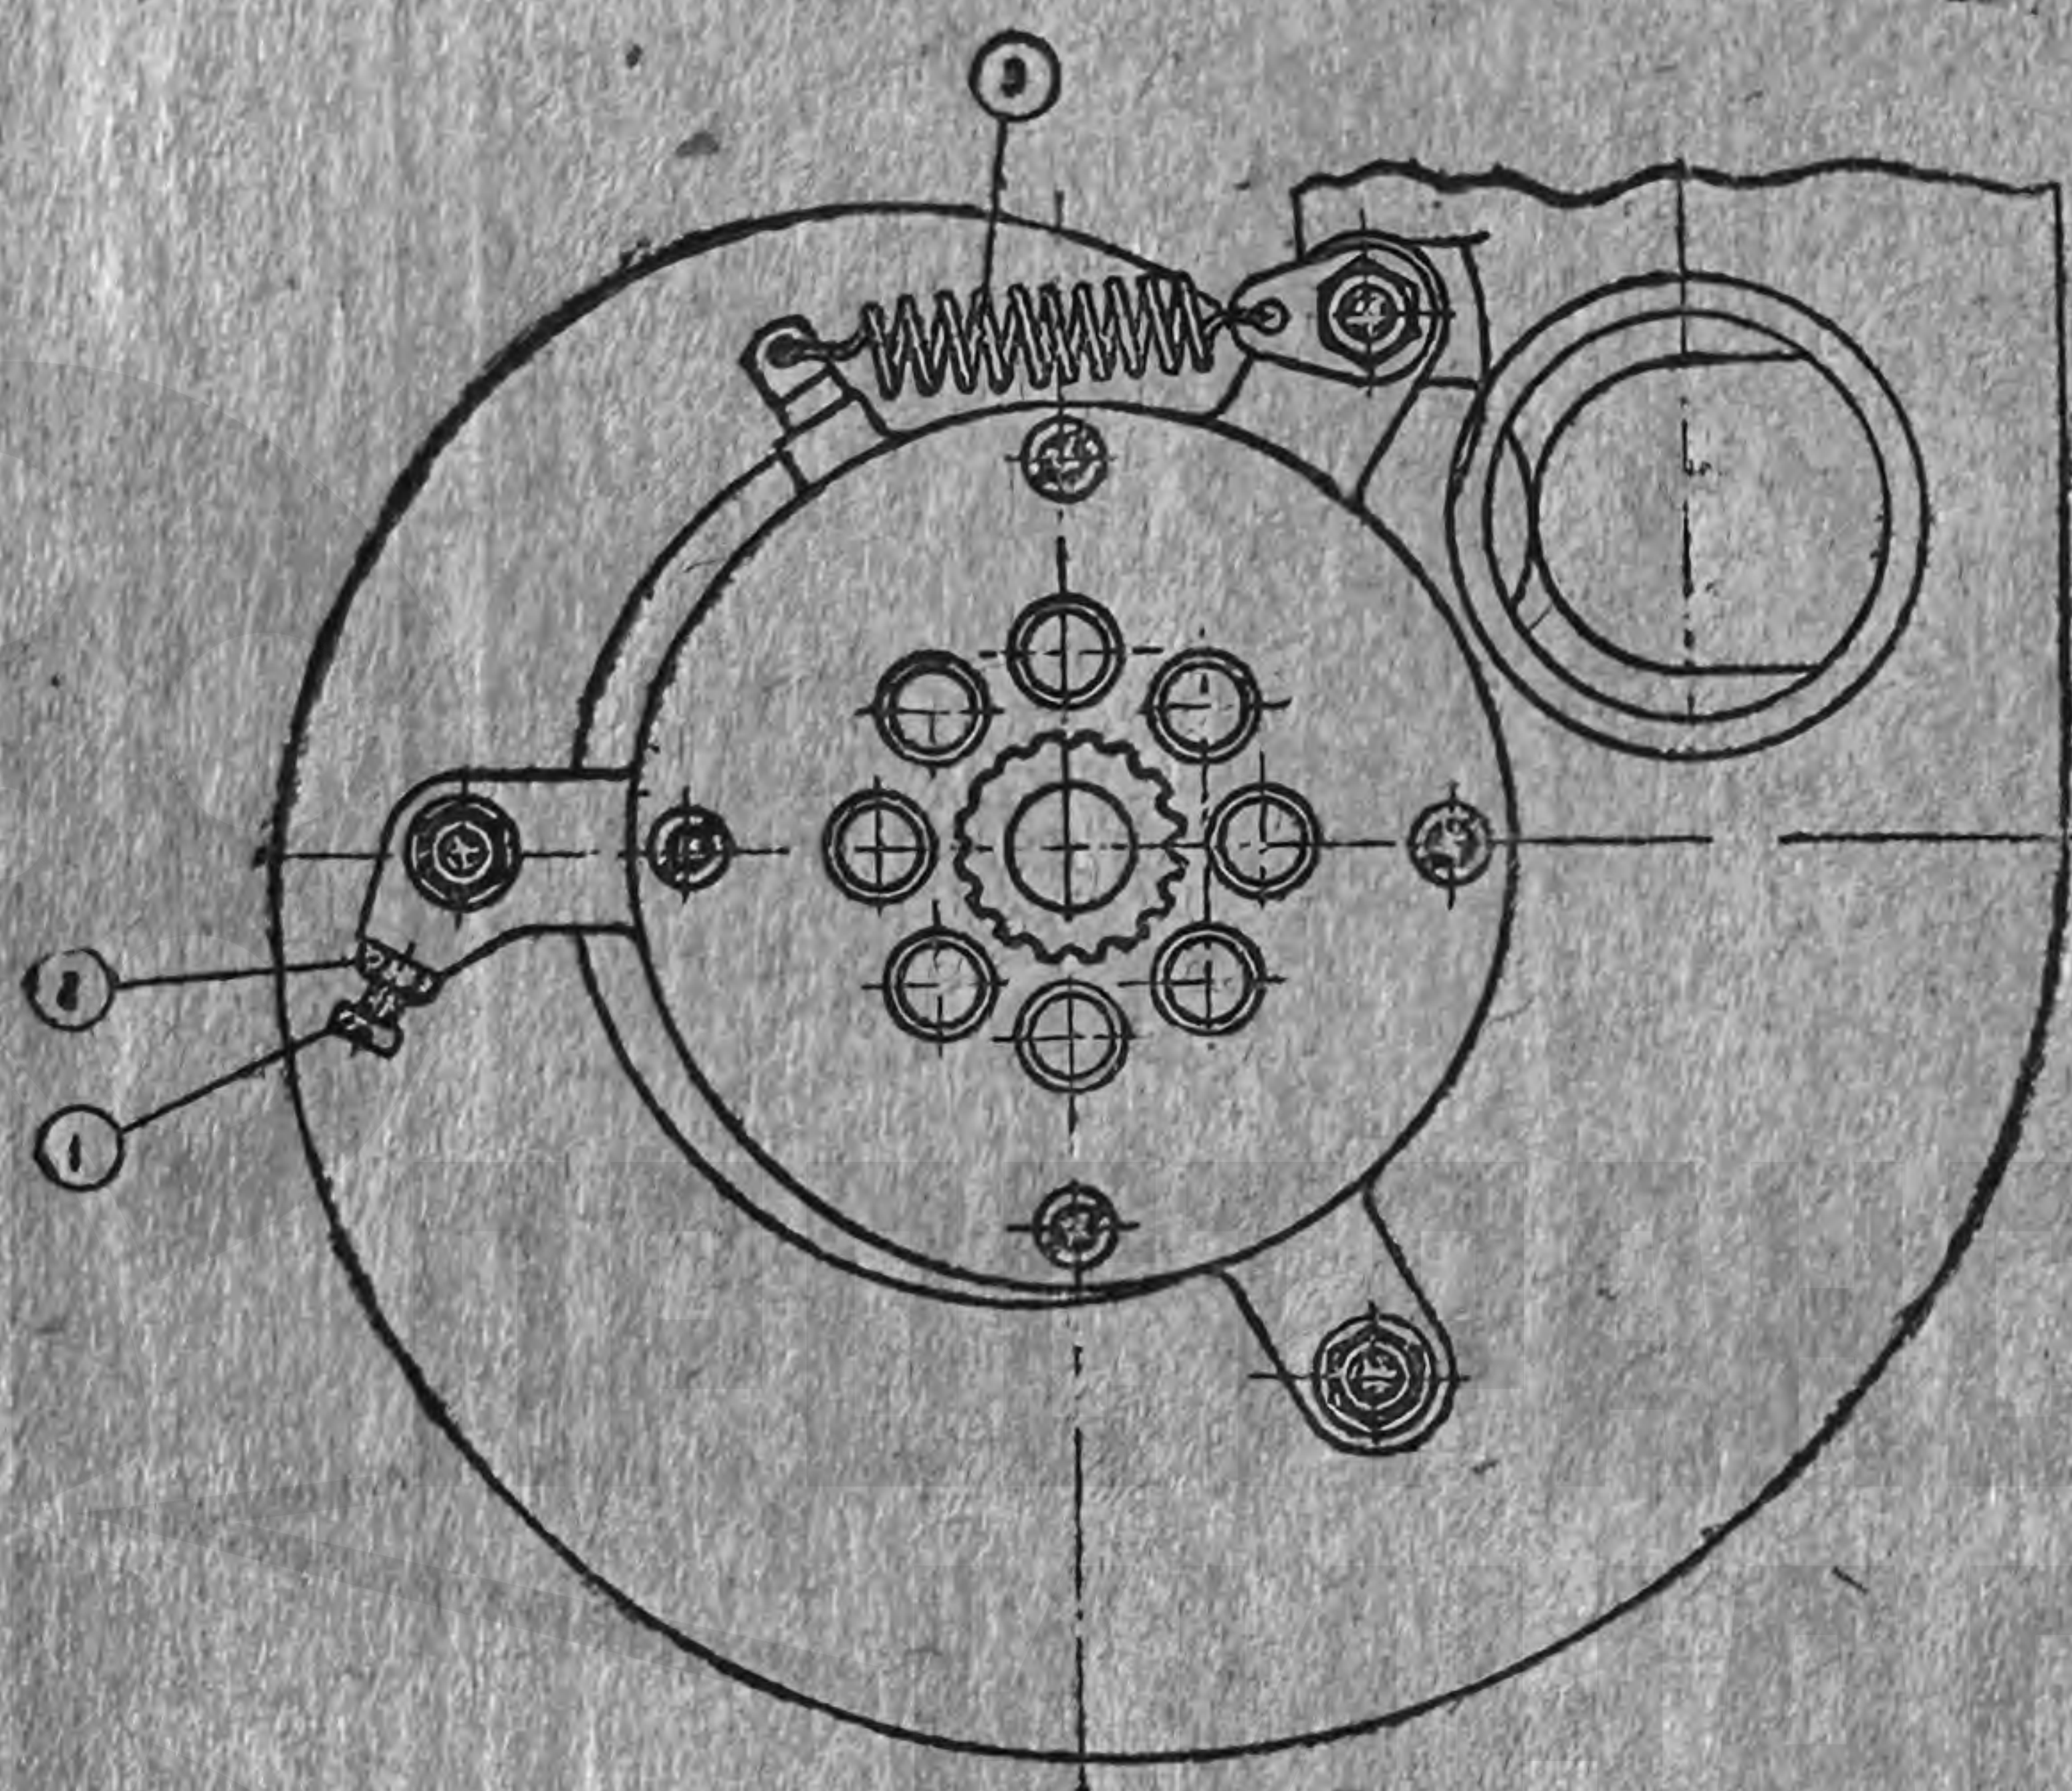

Рис. 6
На одной из шпилек крепления лапы электромотора установлены упорный винт (1) и стопорная гайка (2). рис. 6.